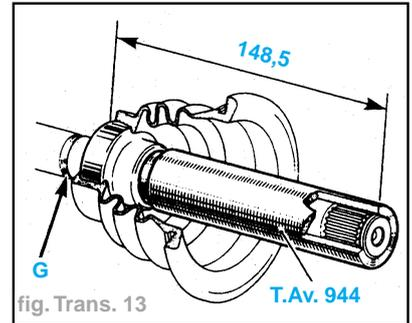

fig. Trans. 13
- Pour être en position sur l'arbre, le roulement doit être emmanché pour obtenir une cote  $L = 148,5$  mm entre la partie arrière du roulement et l'extrémité de l'arbre (fig. Trans. 13).